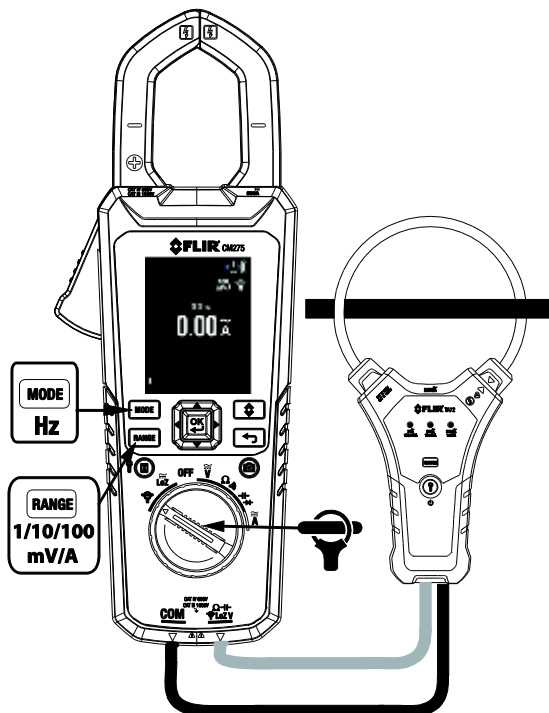

Fig. 9-2 Aplicación de Pinza FLEX
5. Presione el gatillo para abrir la quijada de la pinza. Encierre totalmente un conductor—refiérase a la Fig. 9.2. Para obtener resultados óptimos, centre el conductor en las quijadas.
2. Conecte un adaptador de pinza como se muestra en la **Fig. 9-2**.